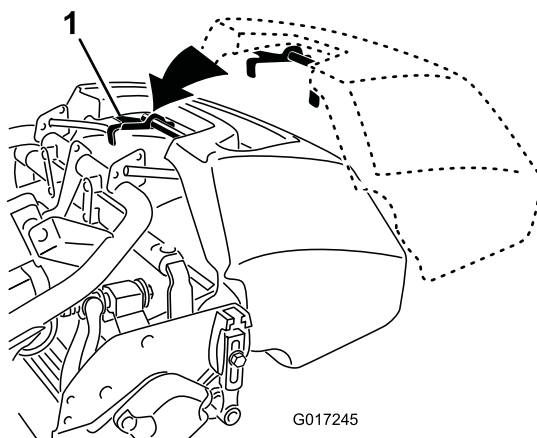

图21
1. 抓住集草斗的手柄(图21)。
2. 将集草斗凸缘放入滚刀组侧板之间前滚筒之上图21。
3. 将集草斗钩安装到环形机架上(图21)。